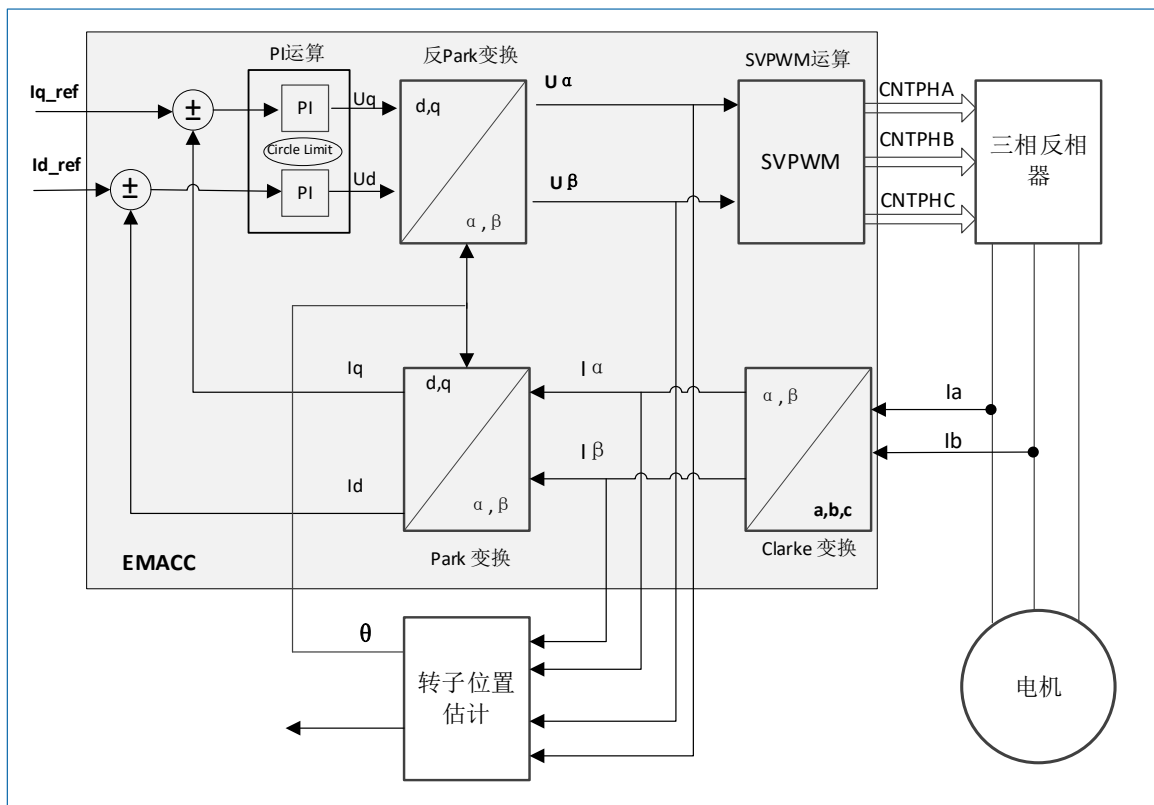

图 12-1 电机加速单元框图
- EMACC 的输出参数：A\B\C 相的 PWM 占空比（图 12-1 中的 CNTPHA，CNTPHB 和 CNTPHC）、扇区、采样点、ADC 采样通道等。